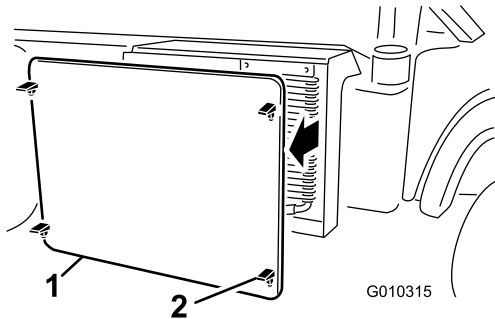

Bild 61
2. Lösen und entfernen Sie das Kühlergitter vorne am Kühler (Bild 61).